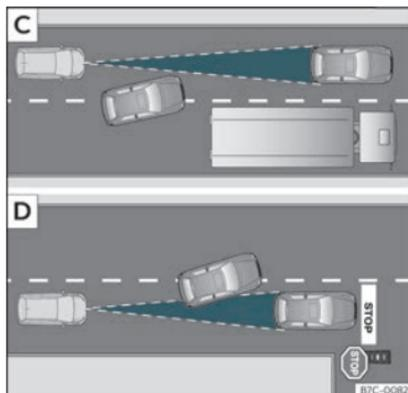

Fig. 160 [C] Changement de voie d'un véhicule. [D] Véhicule tournant et un autre arrêté.
- Véhicules changeant de voie pour aller sur la vôtre, à courte distance de votre véhicule » » **fig. 160** [C].
L'ACC peut ne pas réagir face à des véhicules arrêtés. Par ex., si un véhicule détecté par l'ACC tourne ou se détache et que devant ce dernier se trouve un véhicule à l'arrêt, l'ACC ne réagira pas face à celui-ci» **fig. 160**